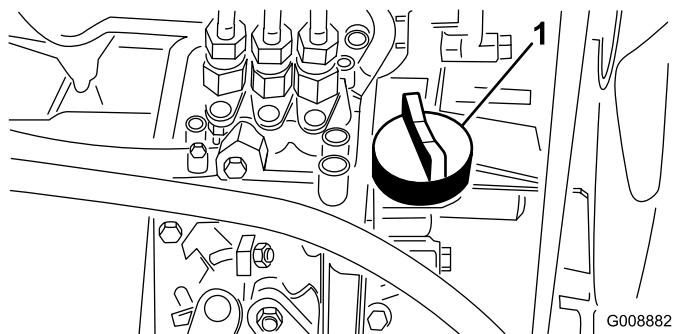

Рисунок 36
4. Если уровень масла низкий, снимите крышку маслозаливной горловины (Рисунок 36) и постепенно, небольшими порциями долейте масло, часто проверяя его уровень, пока он не достигнет метки Full (Полный) на измерительном щупе.